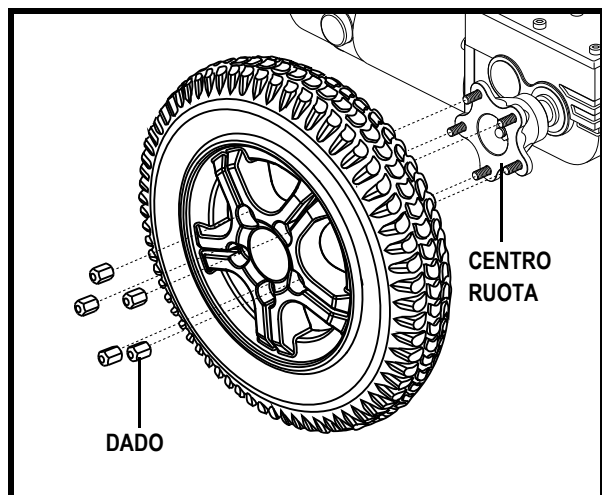

Figura 26. Ruota Motrice della Quantum 6000Z
4. Rimuovere la ruota motrice dall'apposita asta. **Vedere la figura 26.**